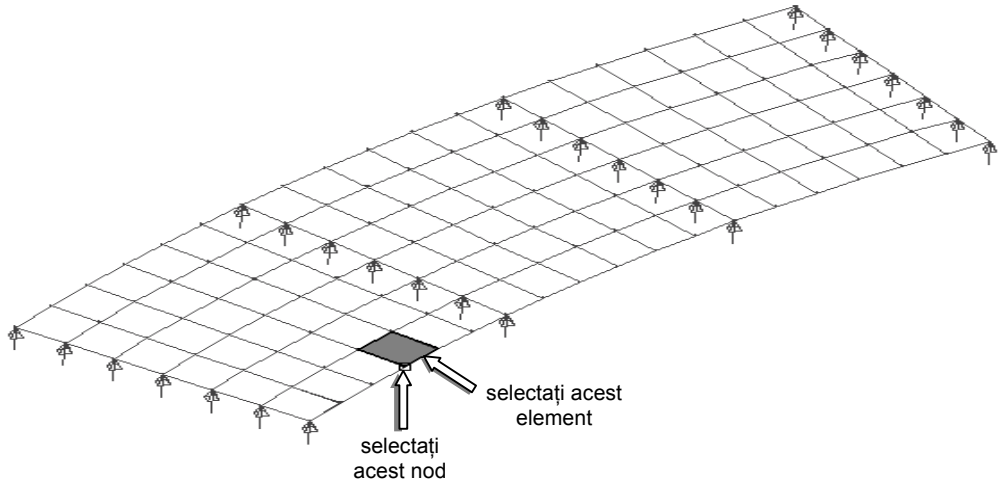

Fig. 26
- selectați nodul indicat în fig. 26